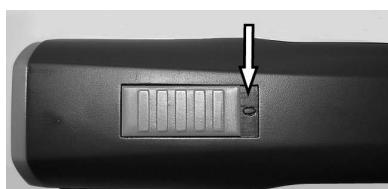

Fig. 4 Interrupteur posición DESCO. ("0")
1. Examine los contactos de la esquiladora (1) y de la batería (2) a cuerpos extraños y ensuciamientos.
2. Asegurese que el interruptor de la esquiladora está en posición DESCO ("0") (fig. 4).
3. Inserte la batería (2) en la esquiladora (3) hasta que el enclavamiento de batería (1) enclava de los dos lados.
4. Meta la esquiladora con la batería (1) o batería de reserva (2) insertada sin fuerza de arriba en la concavidad de carga prevista.
6. La batería carga. Durante la carga, el piloto de control (3) es encendido rojo. Una vez que la batería se ha cargado un 90%, la luz testigo cambia a verde y el cargador comuta a "carga de mantenimiento".
7. Tenga el cargador a una mano y retire la esquiladora (1) o la batería (2) por la otra mano.
1. Meta el interruptor a la posición DESCO "0" (fig. 4).
2. Apriete el enclavamiento de batería (2) de los dos lados hacia el interior y retire la batería (1) de la esquiladora.
3. Inserte la batería cargada (1) en la esquiladora (2) hasta que el enclavamiento de la batería haya encajado de los dos lados.